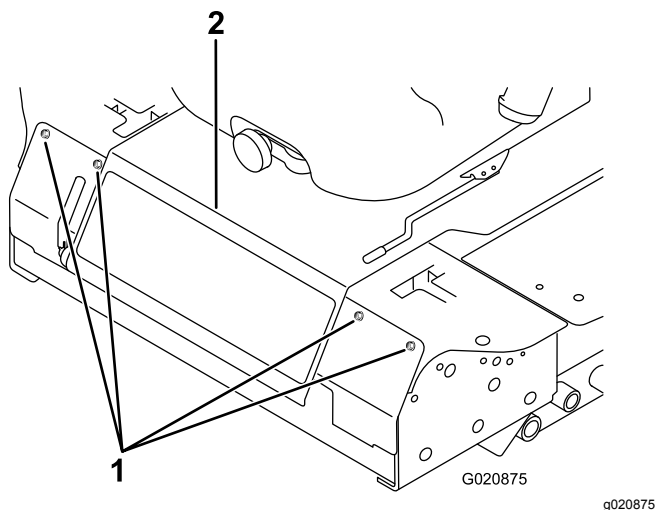

Figure 82
3. Retirez les boulons de fixation du panneau avant et déposez le panneau (Figure 82).